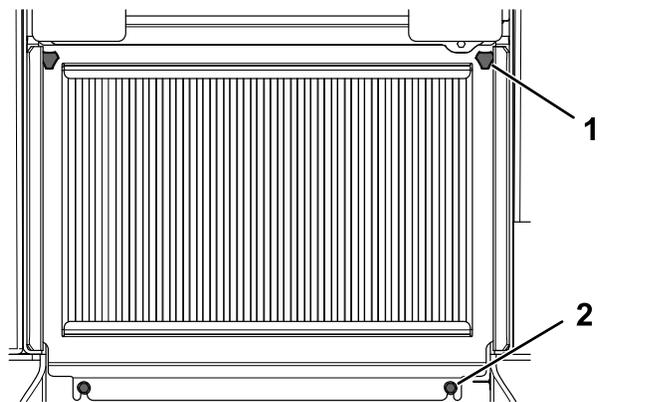

Figura 36
2. Afloje los 2 pernos que sujetan la parte inferior de la rejilla (Figura 36).
3. Afloje los 2 pomos de la rejilla (Figura 36).
1. Pomo (2)
2. Perno (2)
4. Levante la rejilla y retírela (Figura 36).